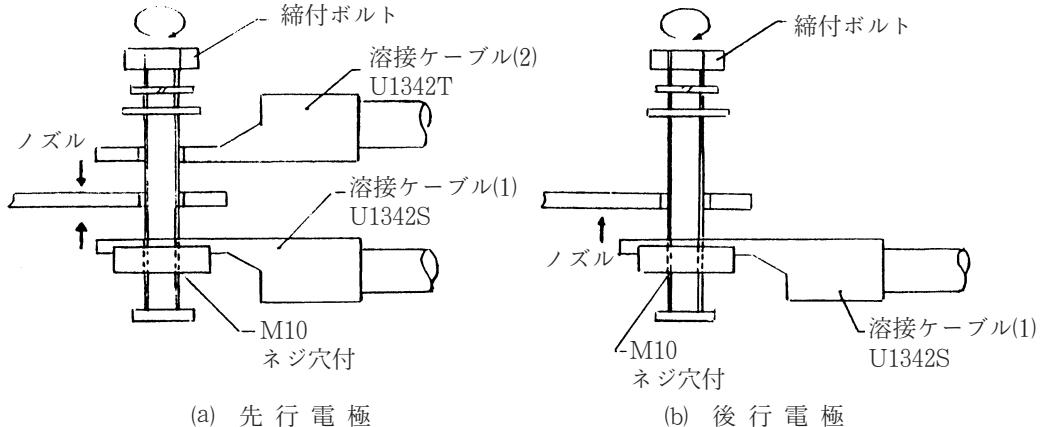

図2. 電極側溶接ケーブルのノズルへの接続方法
- (1) 接地線の太さは、交流アーク溶接機についてはその取扱説明書を参照し、制御箱は2㎟以上のものをご使用ください。
- (2) 電極側溶接ケーブルは図2を参照して各電極のノズルに接続してください。